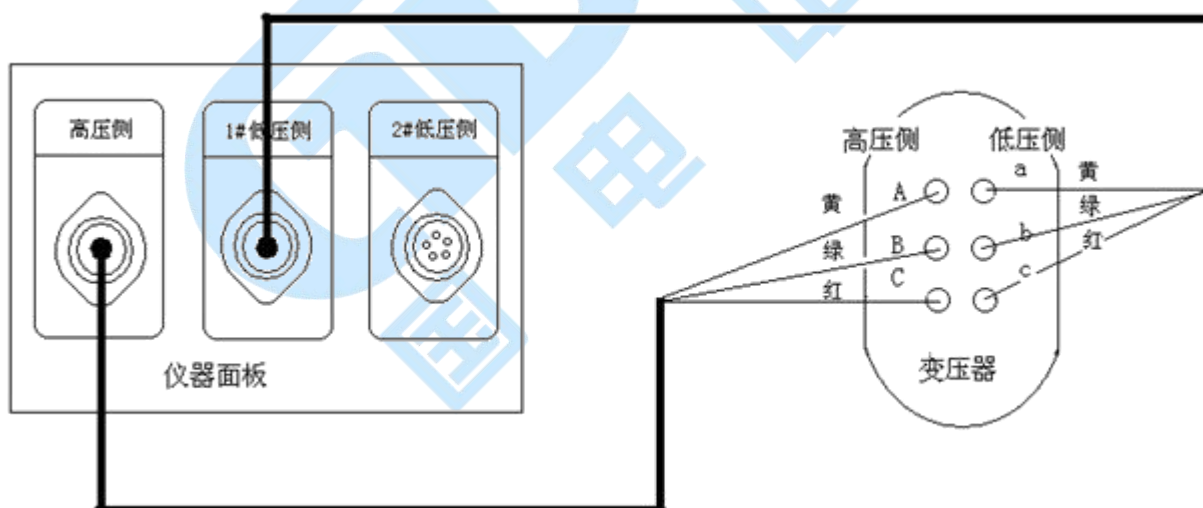

图 19 三相变压器的测试接线
1. 三相测量时，仪器高压侧的黄、绿、红三根线分别接变压器高压侧的 A、B、C，仪器 1#低压侧的黄、绿、红三根线分别接变压器低压侧的 a、b、c，接线正确方可测试。接线图如图 19 所示：